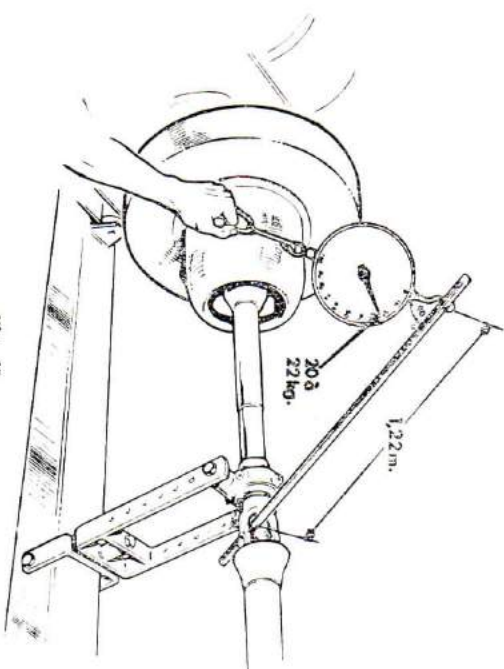

Fig. 29
- Passer une barre d'acier de 25 mm dans le joint de cardan intermédiaire, et placer un dynamomètre sur cette barre à 1,22 m du cardan, comme indiqué sur la figure 29 ;